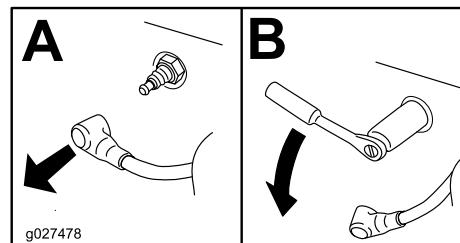

Figura 59
4. Localice y retire la(s) bujía(s), como se muestra en la Figura 59.